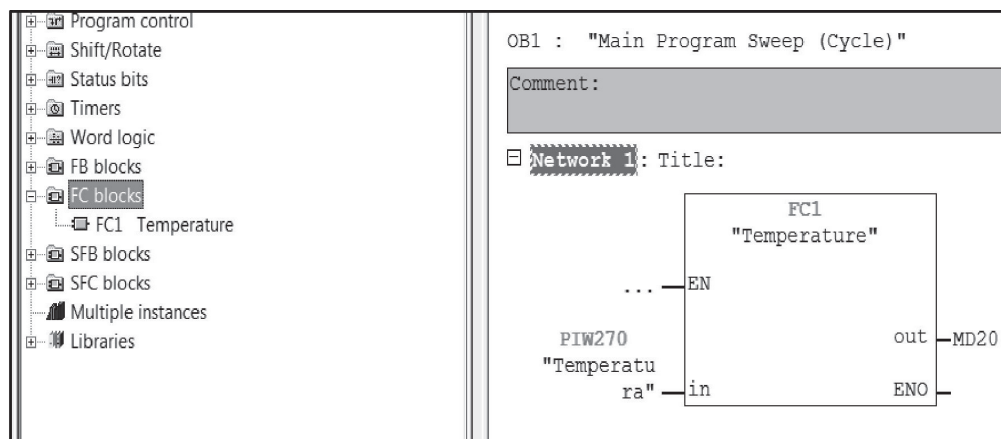

Рис. 2.11. Организационный блок OB1
3. Удерживая левой клавишей мыши, переносим его на рабочее поле (рис. 2.11).